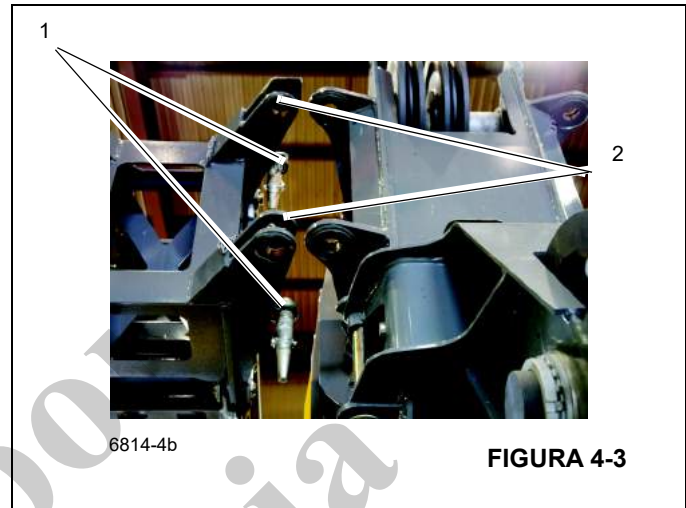

FIGURA 4-3
5. Saque las pinzas de retención de los pasadores de fijación derechos que están almacenados en la base de la extensión de pluma y saque los pasadores de fijación de la extensión articulada. Inserte los pasadores de fijación (1) (Figura 4-3), el lado derecho a través de los adapta-
dores de fijación de la pluma y de anclaje de la extensión de pluma (2), (Figura 4-3). Instale las pinzas de retención en los pasadores de fijación.